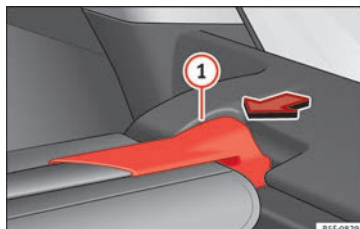

Fig. 162 Na bagageira: desmontar a chapeleira porta-objetos.
- Pressione o suporte da bandeja porta-objetos » **Fig. 162** ① no sentido da seta.
- Encaixe o suporte da chapeleira » **Fig. 162** ① no alojamento direito.
- Verifique se o suporte » **Fig. 162** ① está corretamente encaixado.